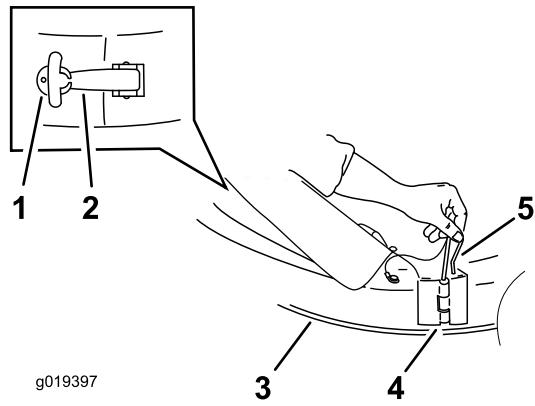

Figure 10
- Relevez le déflecteur d'herbe sur le plateau de coupe (Figure 10).
- Glissez l'éjecteur en position avec le crochet arrière autour de la tige du déflecteur, alignez la charnière de pivot et fixez-la avec la goupille de blocage (Figure 10).
- Pivotez l'éjecteur en arrière, pour le mettre de niveau avec le plateau de coupe (Figure 10).
- Fixez l'éjecteur au plateau. Accrochez le verrou flexible de l'éjecteur à la gâche de retenue soudée sur le plateau de coupe, à l'arrière de l'ouverture (Figure 10).